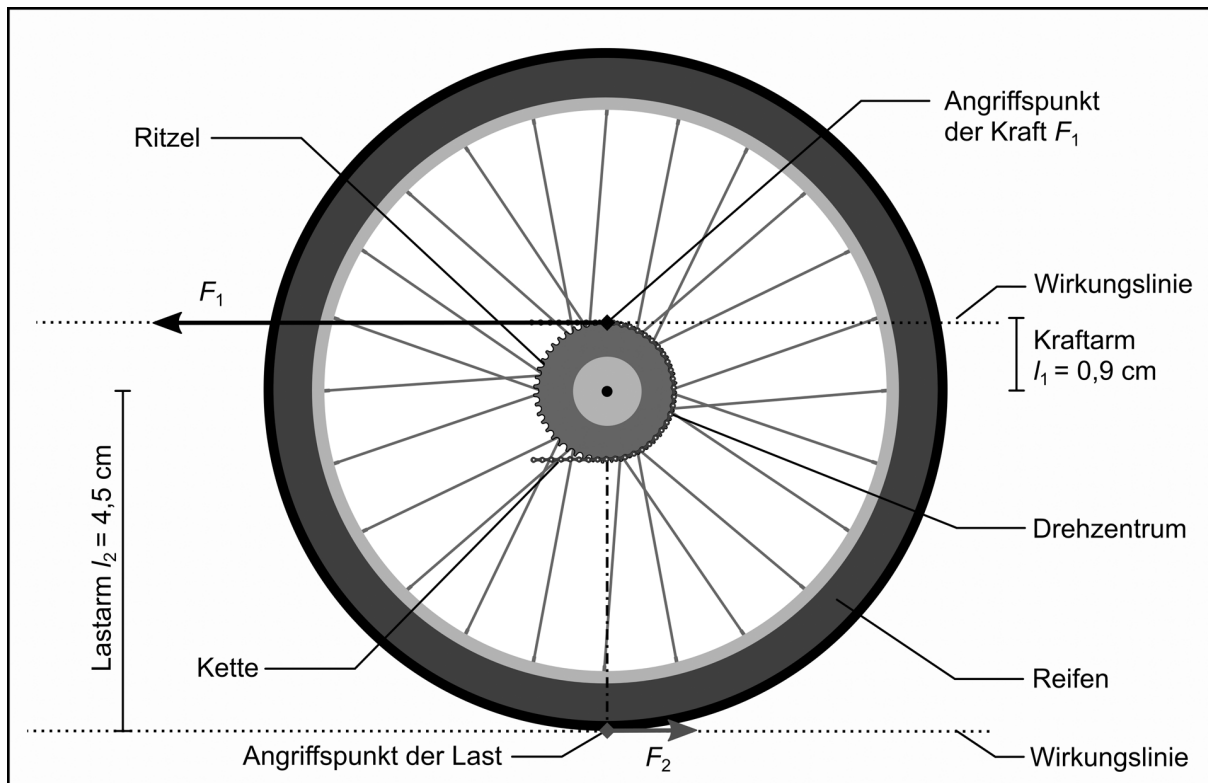

Abb. 17: Kräfte und Hebelarme am Hinterrad (zweiseitiger Hebel)
- 1.–4. Beim Hinterrad handelt es sich um einen **zweiseitigen** Hebel. Die Bestandteile des Hebels sowie die Wirkungslinien der Kräfte sind in Abb. 17 eingezeichnet. Das Verhältnis der Längen von Kraft- und Lastarm beträgt $\ell_1/\ell_2 \approx 0,2$ und ist damit kleiner 1.
6. Die Kräfte sind in Abb. 17 dargestellt. Dabei entspricht eine Pfeillänge von 1 cm einer Kraft von 150 N.